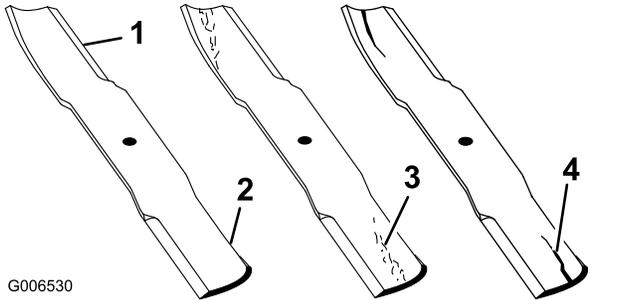

Рисунок 75
1. Осмотрите режущие кромки (Рисунок 75).
- При обнаружении признаков повреждения, износа или образования зазора в этой области немедленно замените нож (Рисунок 75).